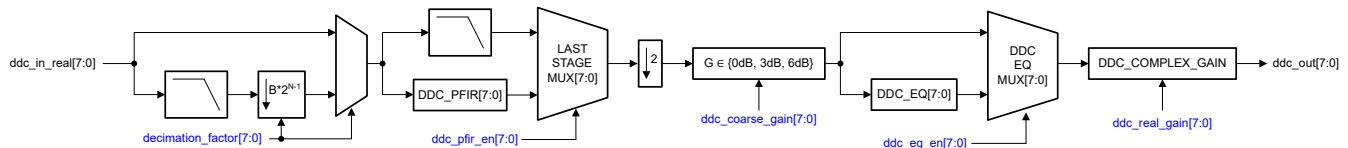

図 7-23. 実数デシメーション信号チェーン (2 の累乗のデシメーション係数 ($B = 1$))
- **実数デシメーション:** 実数入力は一階パスフィルタで処理され、フィルタ出力はデシメーション係数 (M) でダウンサンプリング処理されます。このモードでの DDC ブロックの出力は実数信号で、図 7-23 は詳細な DDC チェーンを示しています。